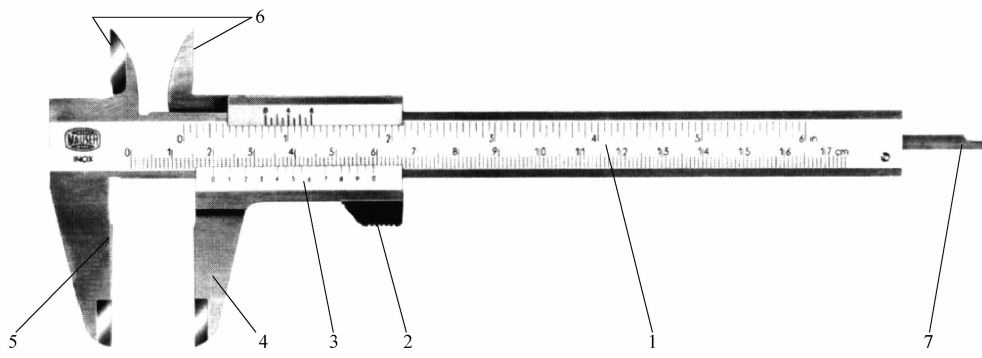

图 4-3
- ① A
- ② B
- ③ C
- ④ D
- ⑤ E
11. 图 4-3 中标记为 6 的游标卡尺尖的、刀刃形测量面用来测量什么？
- ① 测量孔的分度
- ② 给表面有氧化皮的工件画线
- ③ 测量外螺纹的底径
- ④ 测量孔径和槽宽
- ⑤ 测量轴上槽深